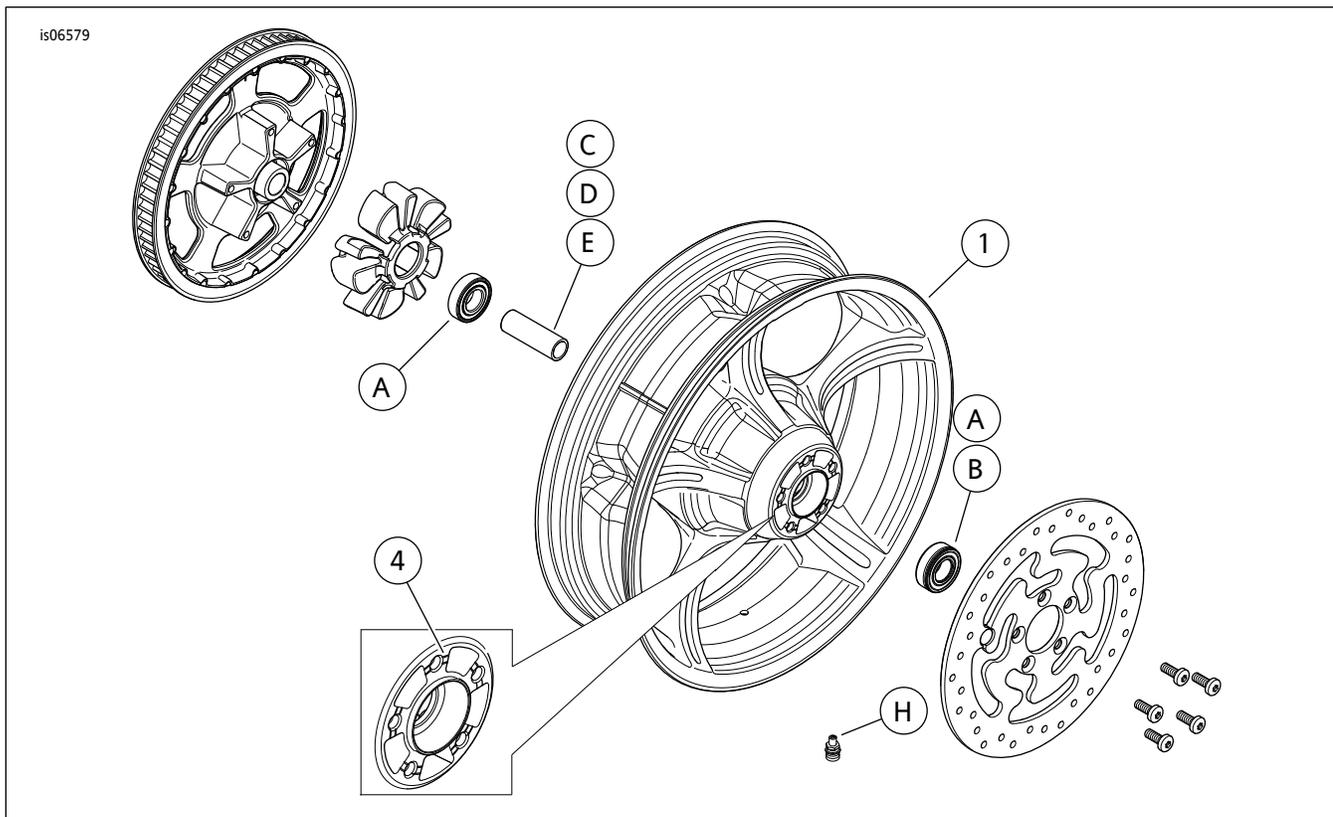

图1. 维修零件：Anarchy后轮
这些套件仅包括定制车轮。参见图1和表2。
2. 参见图1。在车轮上安装阀杆组件(H)。参阅维修手册中的“轮胎”部分。